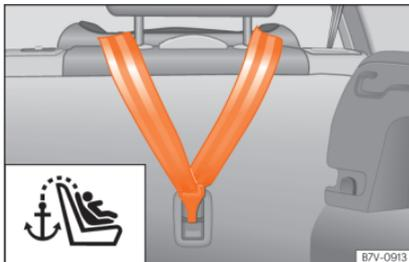

Abb. 40 Eingehängter oberer Befestigungsgurt im Gepäckraum.
- Oberen Haltegurt an der Rückseite der Rücksitzlehne in die entsprechende Halteöse (für Top Tether) der Rücksitzlehne einhaken » » **Abb. 40**.